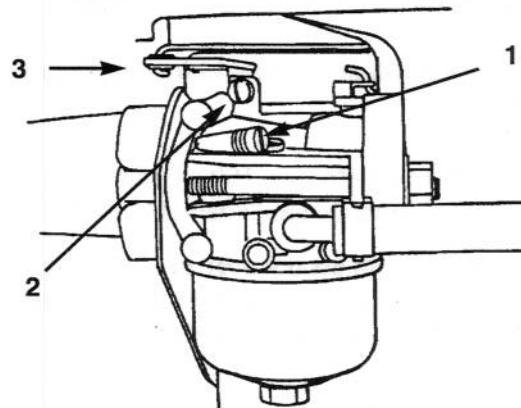

Fig. 27
- Girate leggermente in senso orario la vite della miscela del minimo (Fig. 27), fin quando si chiude appena. Non forzate (avvitandola) questa vite perché potreste danneggiare il carburatore.
- Aprite la vite della miscela del minimo (Fig. 27) di un giro in senso antiorario. Questa registrazione vi consente di avviare il motore.
- Tenete il braccio dell'acceleratore contro la vite del minimo (Fig. 27). Regolate questa vite in modo che il motore giri al minimo a 1750 giri/min primo, e verificate i giri con il tachimetro.
- Sempre tenendo il braccio dell'acceleratore contro la vite del minimo, girate lentamente la vite della miscela del minimo (Fig. 27) in senso orario (verso l'interno) fin quando il motore inizia a rallentare (miscela povera). Ora girate la vite della miscela del minimo in senso antiorario (verso l'esterno) fin quando il motore inizia a girare irregolarmente (miscela ricca).
- Ora girate la vite della miscela del minimo (Fig. 27) a metà tra la miscela povera e la ricca, fin quando il motore avrà una marcia regolare.